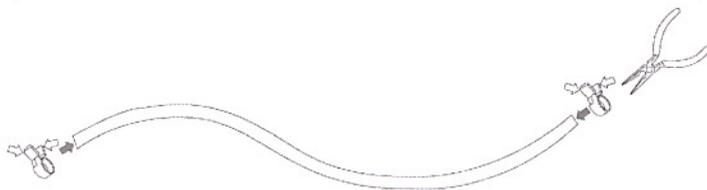

Fig. 2
1.) Mettez les supports pour tuyau (6) à chaque extrémité du tube simple ayant une bande de couleur sur sa longueur. Reportez-vous à la figure 2.